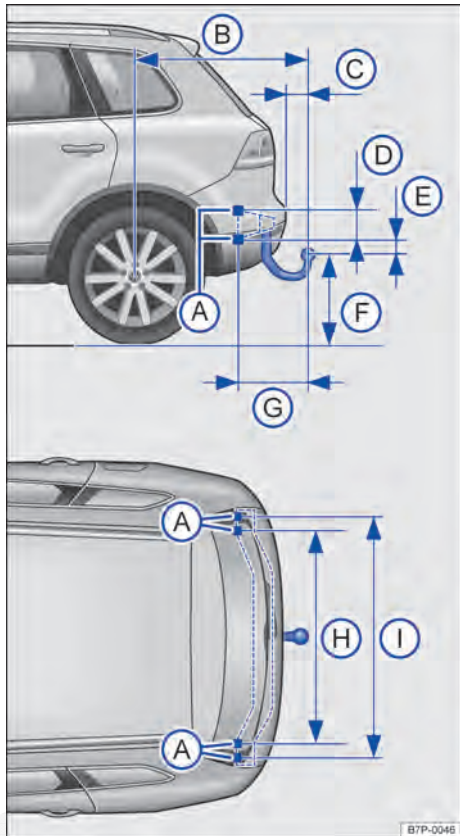

Fig. 144 Dimensões e pontos de fixação para instalação posterior de um dispositivo de reboque.
Na instalação posterior de um dispositivo de reboque, as medidas de distância devem ser obrigatoriamente respeitadas. A medida indicada do centro da rótula de engate até a pista \Rightarrow Fig. 144 (F) não pode nunca ser excedida. Isso também se aplica a um veículo totalmente carregado, incluindo a carga de apoio máxima.
Medidas de distância \Rightarrow Fig. 144: